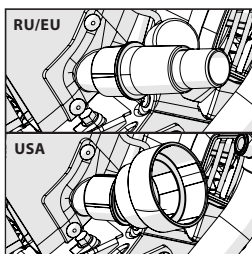

FIG. 14
- Poussez le tuyau de raccordement de la machine d'aspiration sur l'orifice d'aspiration à l'aide d'un adaptateur approprié. (Fig. 14)